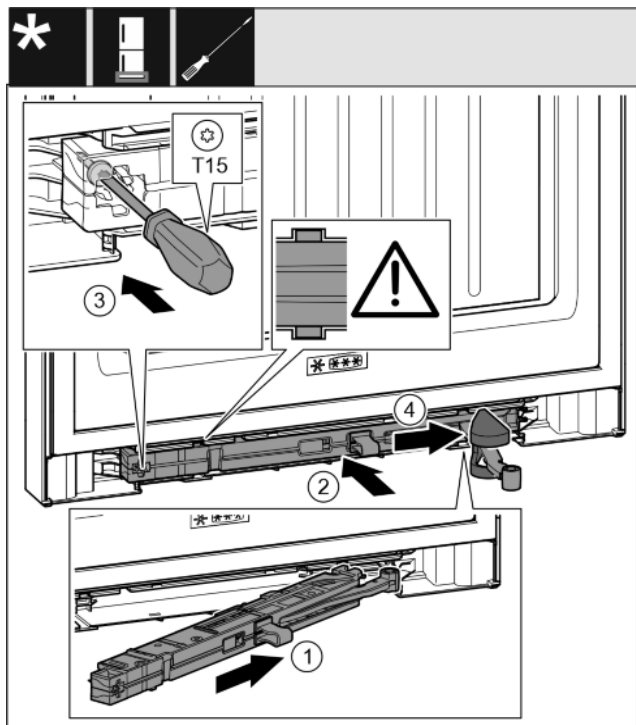

Fig. 36
- ▶ Amortyzator zamykania drzwi po stronie płytki zawiasu wsunąć ukośnie w zagłębienie aż do oporu. Fig. 36 (1)
- ▶ Amortyzator zamykania drzwi wsunąć całkowicie w zagłębienie. Fig. 36 (2)
- ▶ Śrubę przykręcić przy pomocy śrubokręta T15. Fig. 36 (3)
- ▶ Osłonę wsunąć na przegub. Fig. 36 (4)